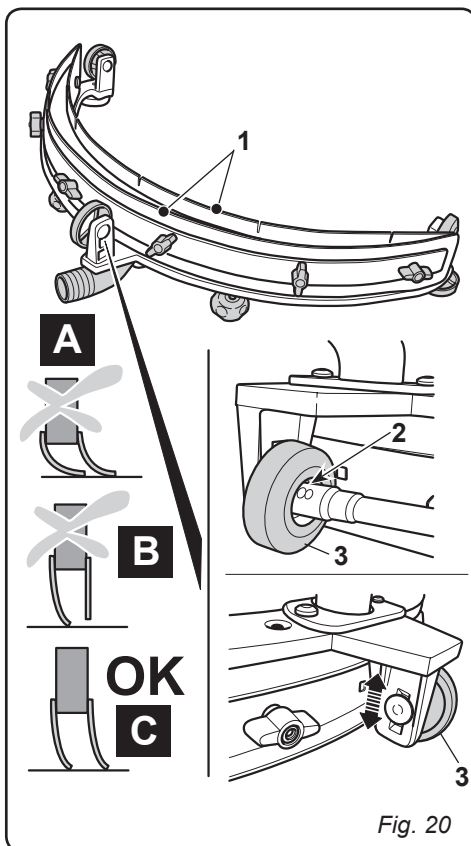

Fig. 20
11.1.g - Regolazione incidenza tergitorre (Fig. 20)
- Controllare l'incidenza delle gomme (1) sul pavimento.
11.1.h - Sostituzione fusibili (solo per versione CB) (Fig. 20)